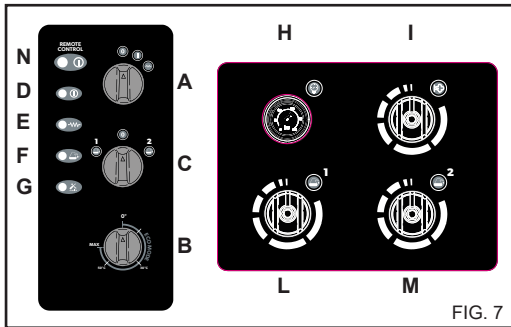

FIG. 7
2) Accione la hidrolimpiadora, seleccione con el selector C) fig. 7 el tipo de producto que se debe utilizar ("1" ó "2"), abra el grifo del detergente deseado ref. L) para el producto no "1" o ref. M) para el producto "2" (fig. 7) girando el grifo hacia la izquierda. Cubra la superficie a lavar, actuando desde abajo hacia arriba. Deje actuar durante algunos minutos.
3) Coloque el selector del producto detergente C) fig. 7 en la pos. "0". Cierre los grifos de regulación, girando los grifos hacia la derecha.